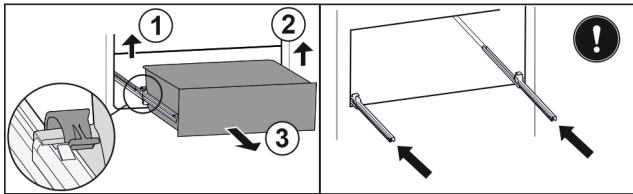

Fig. 37*
- ▶ Приподнимите левый зажим и одновременно вытяните движением вперед выдвижной ящик слева Fig. 37 (1)*
- ▶ Приподнимите правый зажим и одновременно вытяните движением вперед выдвижной ящик справа Fig. 37 (2)*
- ▶ Извлеките выдвижной ящик движением вперед Fig. 37 (3)*